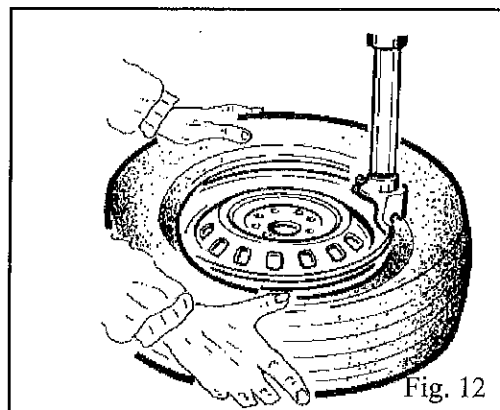

Fig. 12
-Reifenwulst von Hand unter den Felgenrand pressen, Pedal (Z) drücken; der Zentriertisch dreht sich im Uhrzeigersinn den gesamten Felgenumfang entlang (Abb. 12).